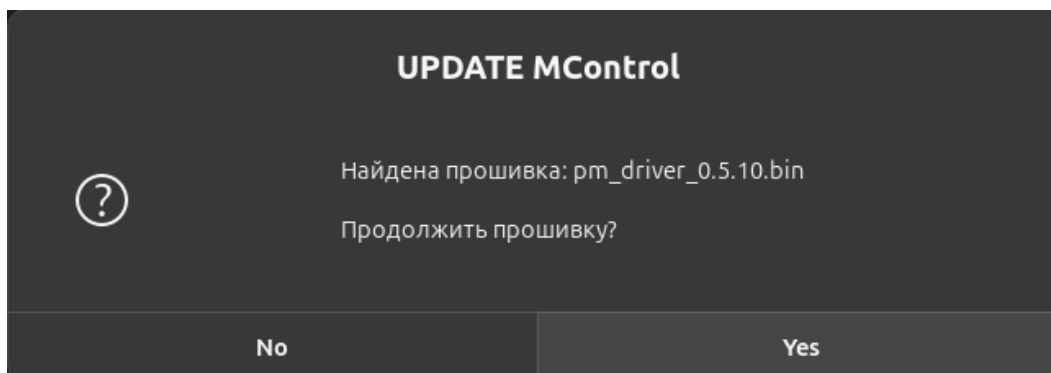

Рисунок II-64 – Уведомление прошивки
- 2) Выберите одно или несколько устройств и нажмите «ОК». Отобразится уведомление «Найдена прошивка: ... Продолжить прошивку?» (см. Рисунок II-64).